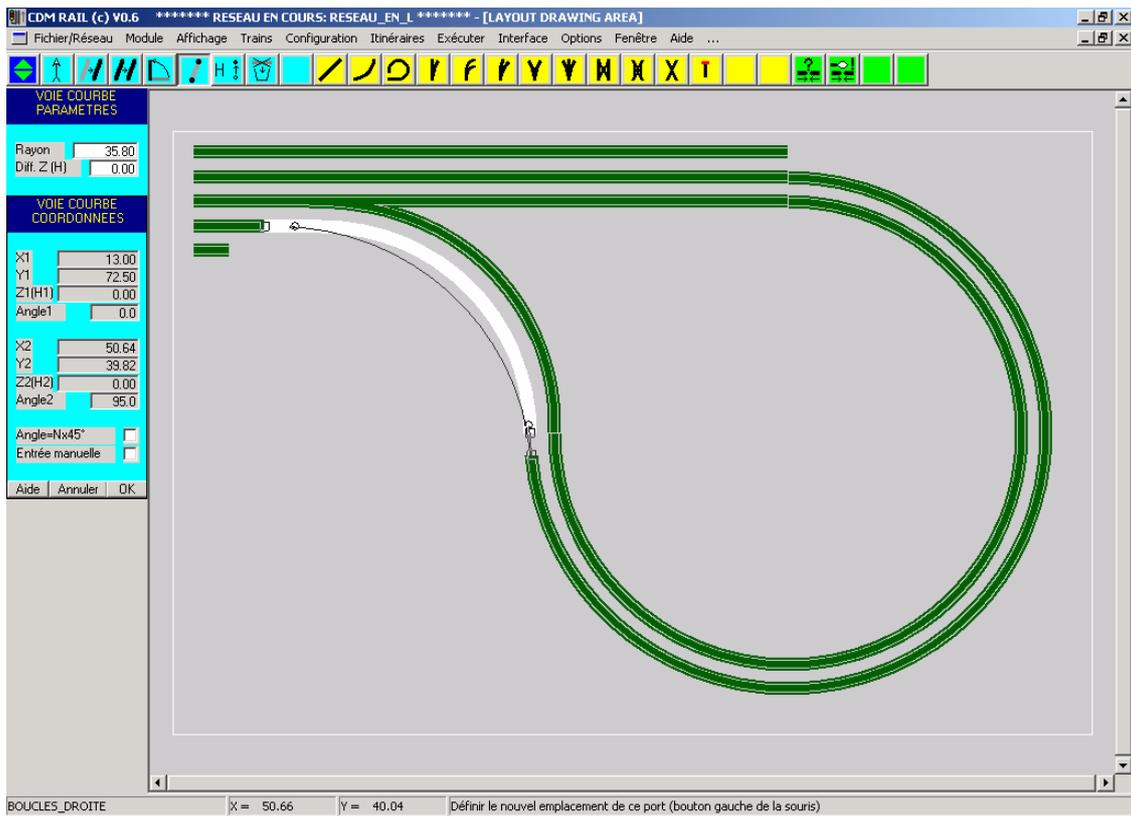

Figure MM-3-13: modification du segment de raccordement.
- Cliquer sur le segment en courbe (de raccordement): le segment se redessine en blanc (figure MM-3-13).